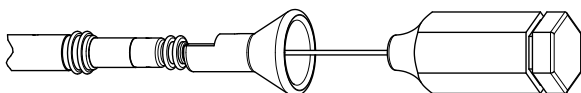

Figura 4. Introducción del estilete
3. Introduzca el estilete elegido a través del extremo terminal del conector o del conductor del estilete, en caso de que lo esté utilizando (Figura 4 Introducción del estilete en la página 17).